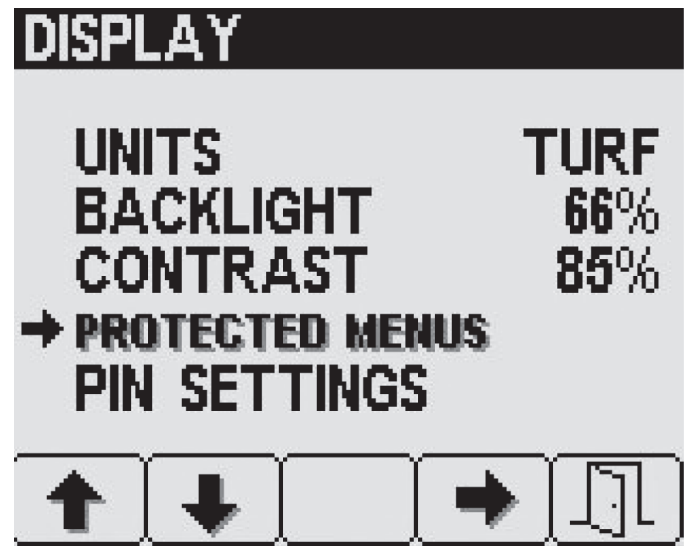

Figure 29
2. Appuyez sur le bouton 2 pour naviguer jusqu'à l'option de menu protégé souhaitée (Figure 29).
1. Appuyez sur le bouton 2 de l'écran Affichage pour naviguer jusqu'à l'option Menus protégés, puis appuyez sur le bouton 4 pour la sélectionner (Figure 29).